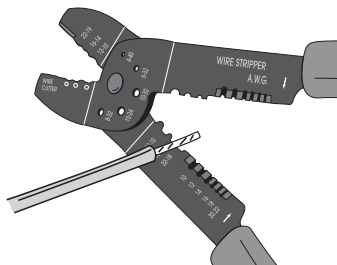

figura 5
1. Quite la funda del cable a una longitud de 0.5 cm (1/2") (**figura 5**).